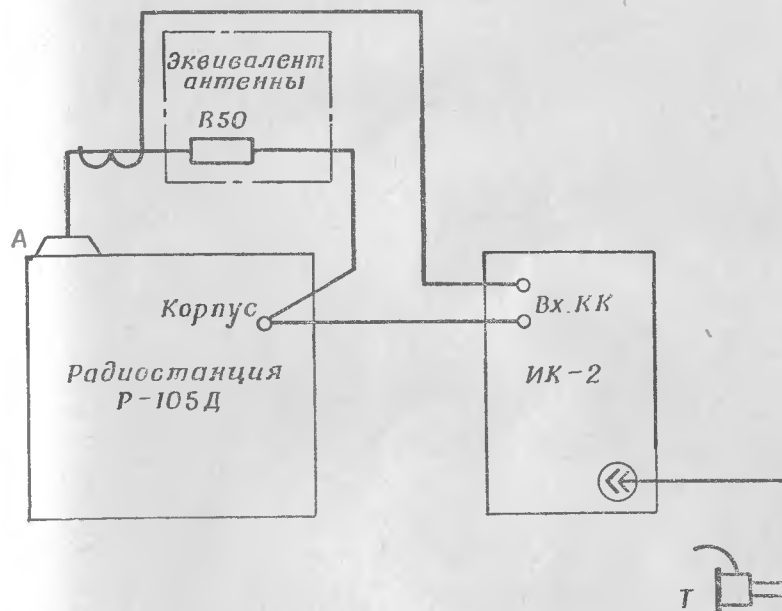

Рис. 10. Схема измерения погрешности градуировки частоты передатчика
- собрать схему измерений (рис. 10);